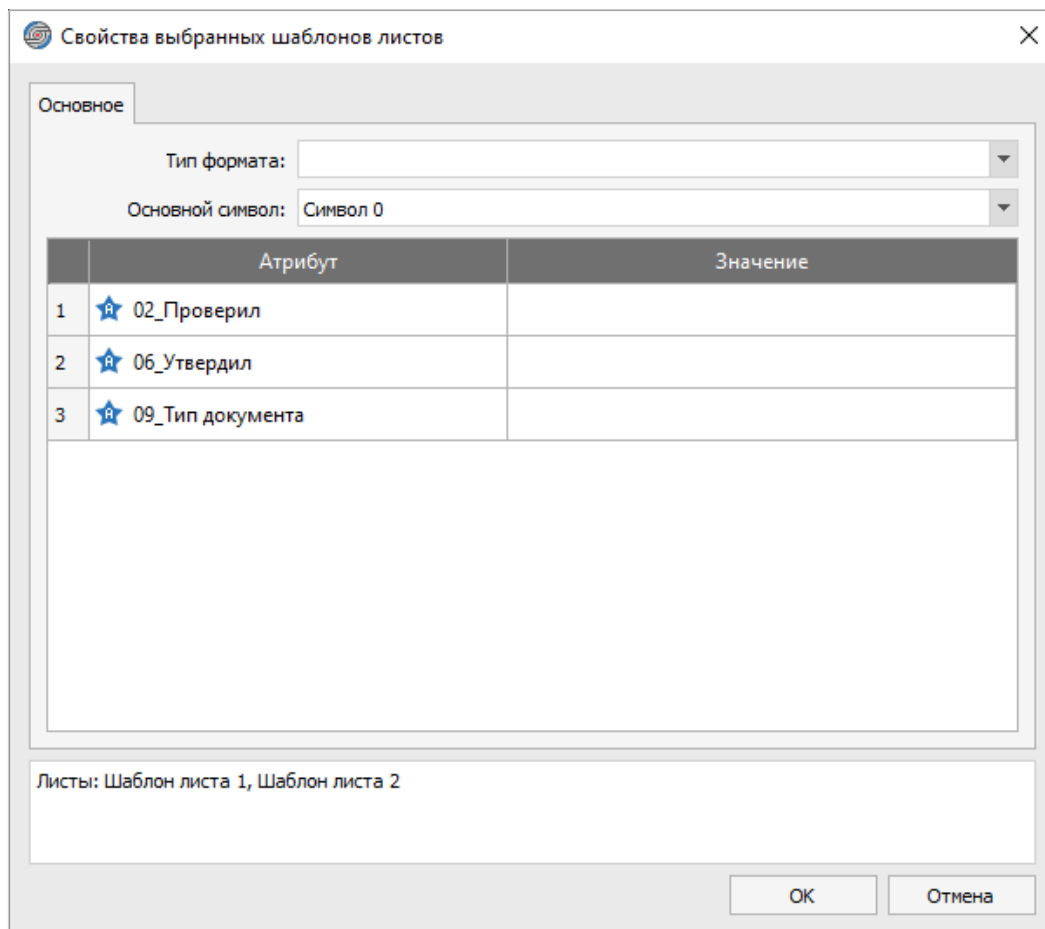

Рисунок 146. Вкладка «Основное» диалогового окна «Свойства выбранных шаблонов листов»
- 2) В открывшемся диалоговом окне «Свойства выбранных шаблонов листов» (см. рисунок 146) при необходимости внести изменения: